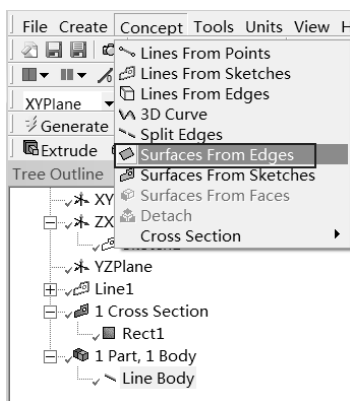

图 2-111 边线生成曲面命令 1
Step14：创建壳模型。如图 2-111 所示，选择 Concept Surfaces From Edges（边线生成曲面）命令。